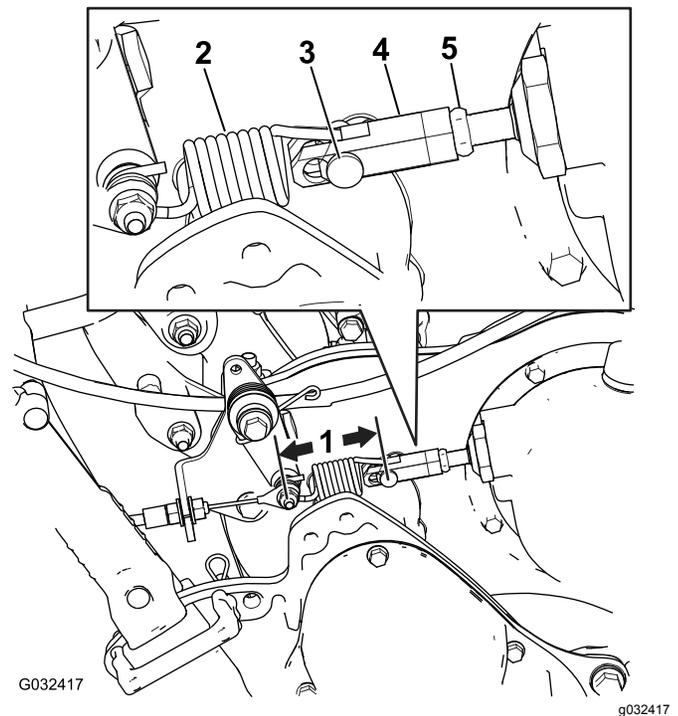

Figura 48
2. Mida la distancia desde el pasador en cualquier extremo del muelle del control de la tracción (Figura 48); si no se encuentra entre 7,3 y 7,6 cm, ajuste el embrague siguiendo los pasos indicados a continuación.
- B. Afloje la contratuerca en el tensor y retire el pasador, desconectando el muelle del tensor (Figura 48).
- F. Mida la distancia desde el pasador en cualquier extremo del muelle del control de la tracción (Figura 48); repita los pasos A a F hasta que se encuentre entre 7,3 y 7,6 cm.